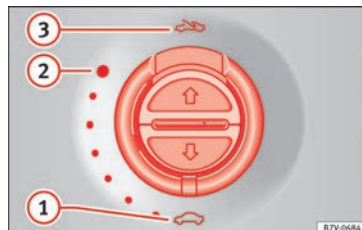

Abb. 57 An der Innenseite des Formhimmels: Schalter drehen zum Öffnen und Schließen.
» Abb. 57
- Der Drehschalter » **Abb. 57** muss in der Stellung „geschlossen“  stehen.